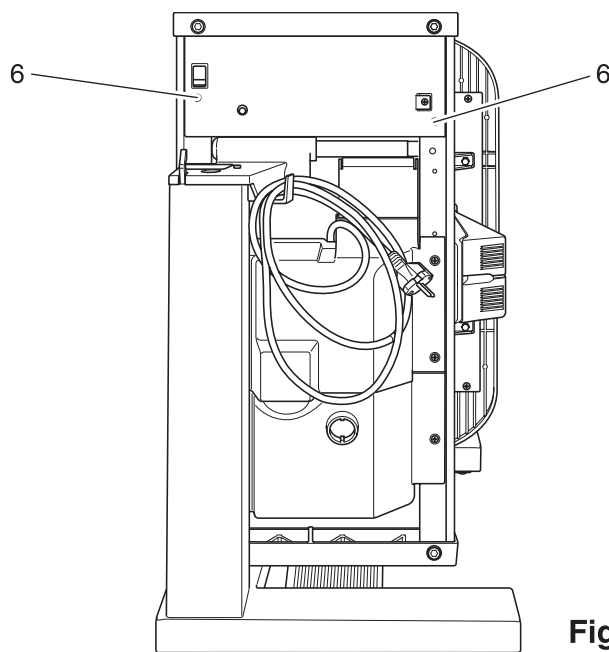

Fig. 5c
- Das Abdeckblech anbringen, und mit den beiden Schrauben 6 befestigen (Fig. 5c).